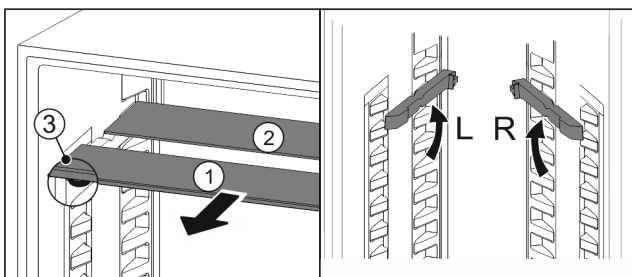

Fig. 115
- Sortir les tablettes par l'avant Fig. 115 (1).
- La tablette en verre Fig. 115 (1) avec bordure décorative est située à l'avant.
- Les butées Fig. 115 (3) sont orientées vers le bas.